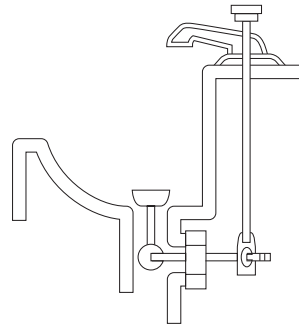

Figure 4
- Accès par bonde : dépose de tringle et bonde (Figure 4).